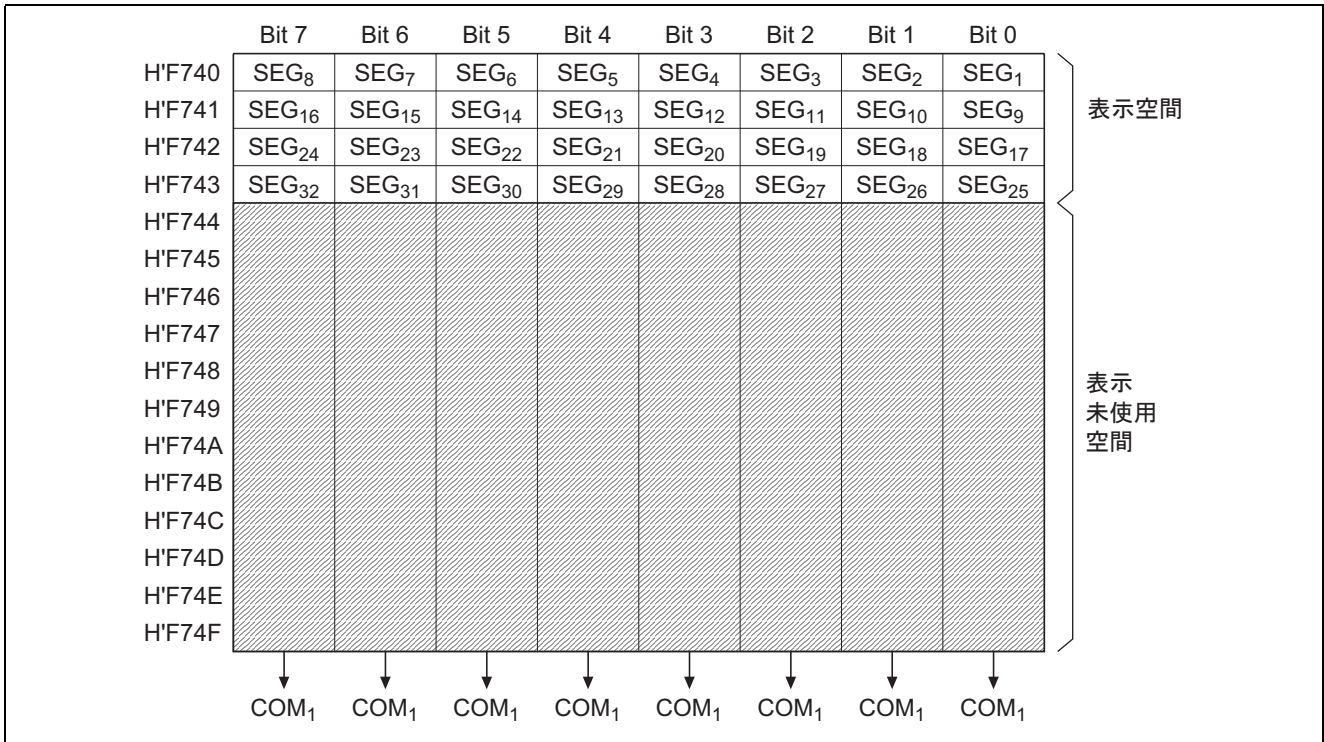

図 4 スタティック駆動時の LCD RAM マップ
(5) 図 4 にスタティック駆動時の LCD RAM マップを示します。